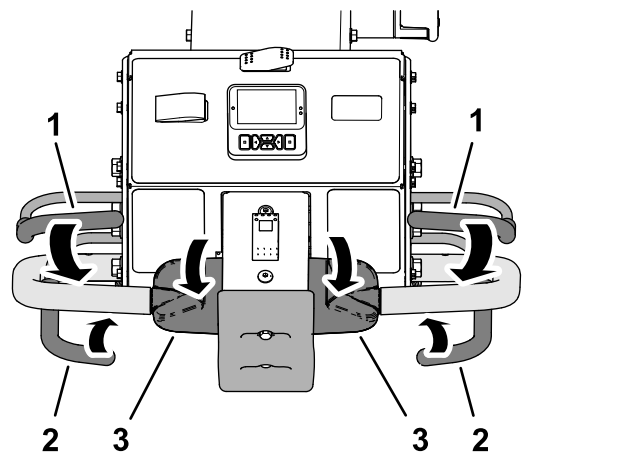

Bild 37
2. Halten Sie einen der beiden Schaltbügel gegen den Lenker, drehen Sie den oberen Teil des Fahrtriebshebels nach vorne und schließen Sie den Aerifizierbügel (**Bild 37**).